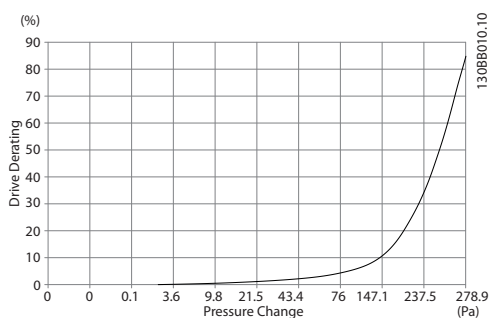
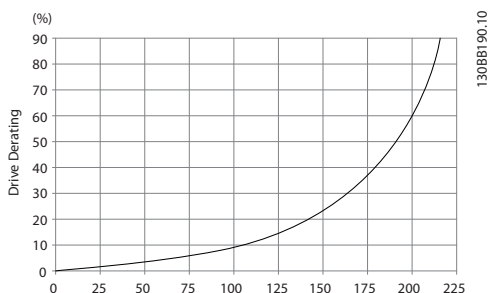

图 3.31 E 机箱的降容与 压力变化的关系（小风扇），
图 3.33 F1、F2、F3、F4 机箱的降容与 降容
1. 如果在变频器的排气路径上添加了外部风道，则会形成附加的背压，从而降低变频器的冷却能力。为了适应这种较低的冷却能力，变频器将降容。首先计算出压降，然后参考图 3.31 至图 3.33。
1. 如果在变频器的排气路径上添加了外部风道，则会形成附加的背压，从而降低变频器的冷却能力。为了适应这种较低的冷却能力，变频器将降容。计算压降，然后参考图 3.31 至图 3.33。